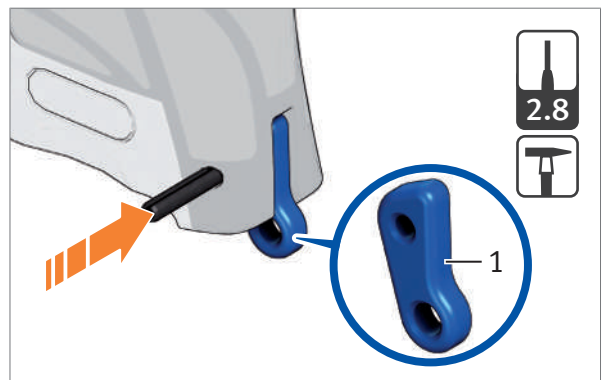

Abb. 28: Aufnahme für Sicherungsschnur einsetzen
2. Aufnahme für Sicherungsschnur einsetzen (Abb. 28).
3. Spannstift für Griff Rücken eintreiben (Abb. 28).